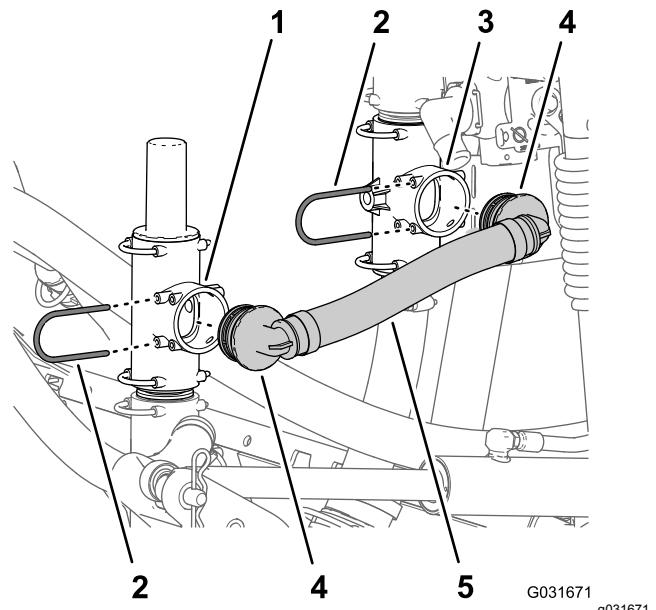

Figura 224
1. Alinee el acoplamiento de 90° del conjunto de manguera de alivio de presión (Pieza Toro Nº 131-9647) con el orificio abierto de la válvula de alivio de presión e inserte el acoplamiento de 90° hasta que quede asentado en el acoplamiento en T (Figura 224).
- Sujete el acoplamiento de 90° a la válvula de alivio de presión con la horquilla de retención (Figura 224) que retiró en el paso 1 de Instalación del carrete de manguera giratorio al bastidor del distribuidor \(página 87\).
- Alinee el otro acoplamiento de 90° del conjunto de manguera de alivio de presión (Pieza Toro N° 131-9647) con el orificio abierto del acoplamiento en T e inserte el acoplamiento de 90° hasta que quede asentado en el acoplamiento en T (Figura 224).
- Sujete el acoplamiento de 90° al acoplamiento en T superior con la horquilla de retención (Figura 224) que retiró en el paso 2 de Instalación del carrete de manguera giratorio al bastidor del distribuidor \(página 87\).
- Sujete el acoplamiento dentado recto a la válvula de cierre de líquido (Figura 224) con una horquilla de retención (Pieza Toro N° 131-0235).